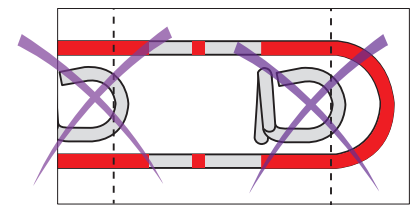

Fig.8
2. Retirer la cale de réglage ⑪ (fig. 8) et s'assurer que la came ⑨ reste centrée par rapport à l'actionneur ⑩, à l'aide des repères ⑫ (fig. 4A).
3. Armer l'appareil en appuyant sur le verrou ⑬, un « clic » doit retentir (fig. 8).